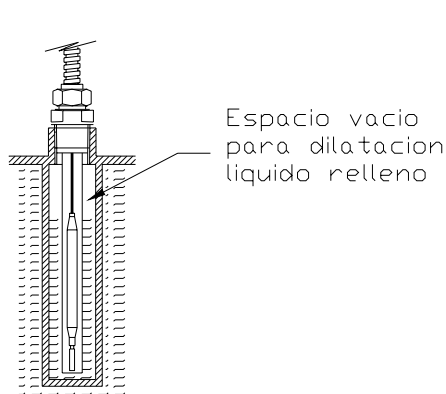

Fig. 3
- Fundas adicionales de protección (Ver Fig. 3):